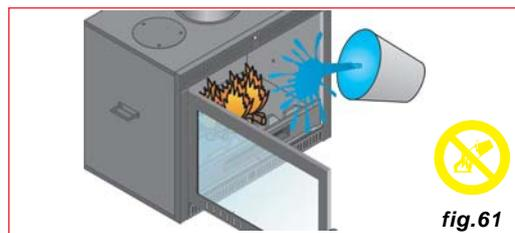

fig.61
- 3 Non spegnere **mai** il fuoco con acqua (fig.61).